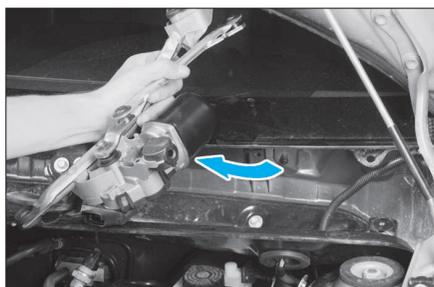

FIG. 29
- Extraire le mécanisme d'essuie-vitre comme illustré (Fig.29).